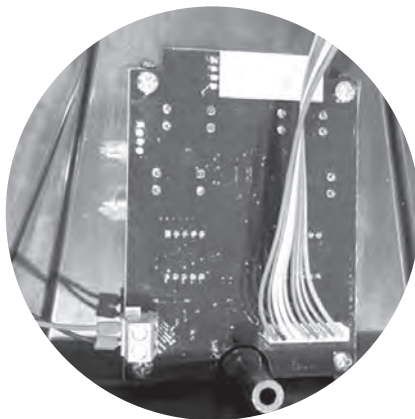

Рисунок 7 – Схема подключения для работы в каскаде
- 2 Подключите кабель для каскадного соединения к соответствующим разъемам на плате устройства (см. рисунок 7). Соединение выполняется последовательно (от первого устройства ко второму, от второго к третьему и т.д.). При подключении строго соблюдайте полярность: клемма «485+» первого устройства соединяется с «485+» второго, а «485-» с «485-» соответственно.